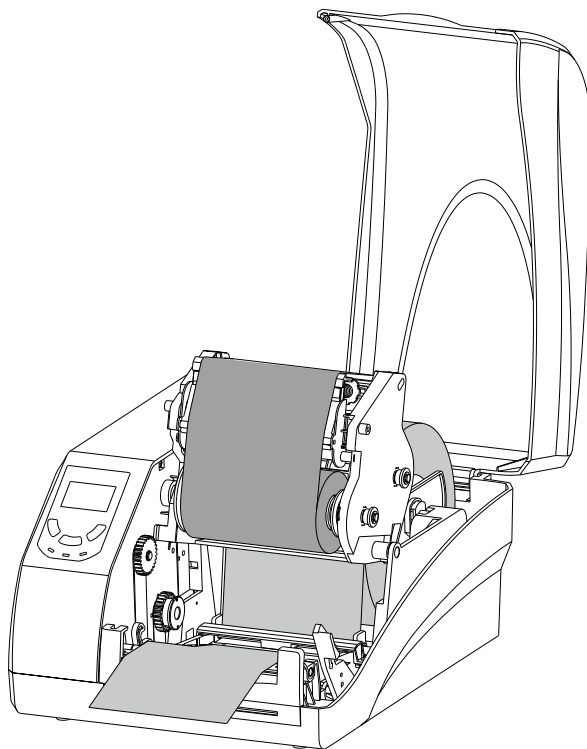

图 2-17
5. 调整好纸张探测器后, 拉出标签纸, 使其从打印胶辊上面通过, 并按刻度尺居中定位, 如图 2-17 所示。